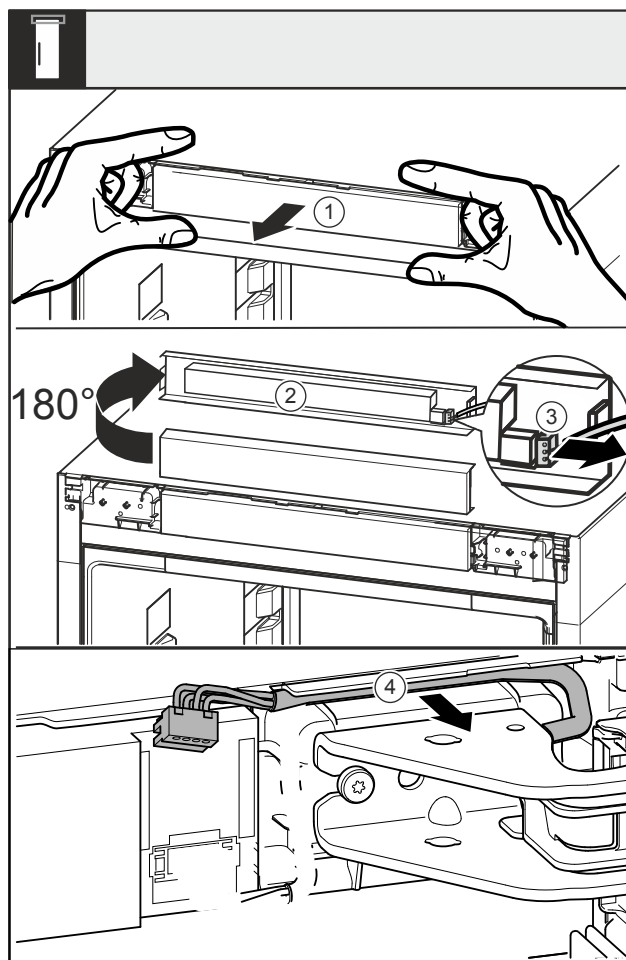

Fig. 15
- Afloje la tapa ciega Fig. 15 (1) hacia delante.
- Gire la tapa ciega Fig. 15 (2) hacia arriba 180°.
- Presione la lengüeta de retención en el conector macho Fig. 15 (3) hacia atrás y extraiga el conector macho con cuidado.
- Suelte el cable Fig. 15 (4) de la guía a través del soporte del cojinete.